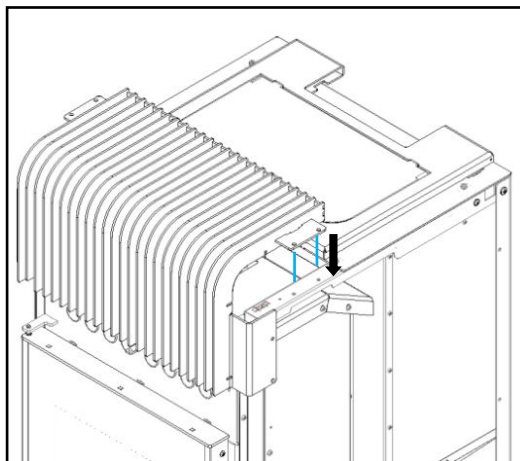

Figura 100 – Encaixe da grelha frontal
b) Encaixar a grelha frontal, fazendo coincidir os furos da grelha com os furos do equipamento (Figura 100).